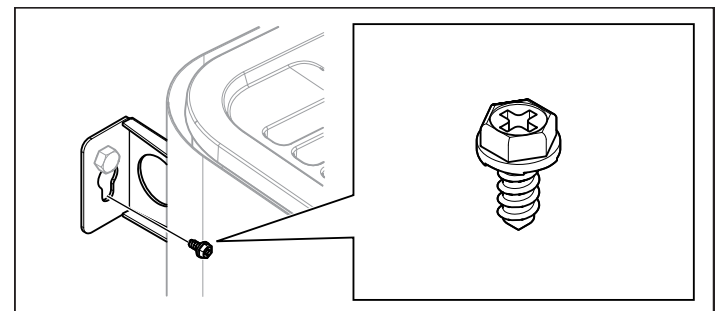

Figure 11 : vis de verrouillage de support
5. Bloquez le poêle en place avec la vis de verrouillage (voir figure 11, page 13).